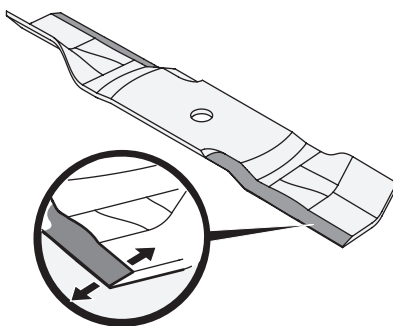

Figure 4-22
3. Pour aiguiser correctement les lames de coupe, aiguissez les deux tranchants des lames de façon égale, parallèlement à la voile, à un angle de 25 à 30 degrés. Aiguissez toujours chaque lame de coupe de façon égale pour assurer l'équilibre des lames. Voir Figure 4-22.